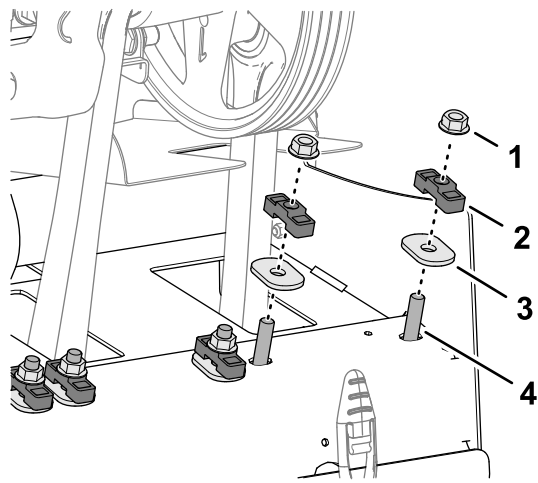

图 121
1. 拆下将 Roto-Link 阻尼器轴固定至机器后机架的 2 个凸缘锁紧螺母 图 121。